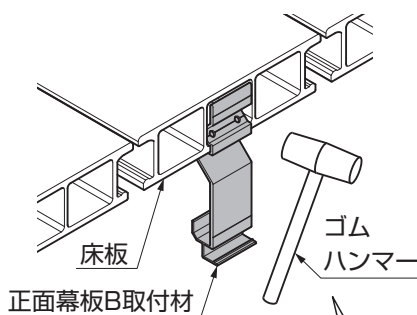

図11-5
- ①正面幕板B取付材を床板のホロ一部にはめこんでください。(図11-5参照)